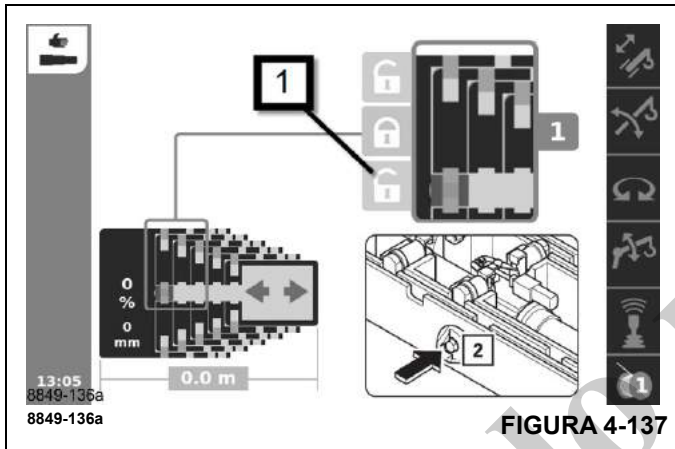

FIGURA 4-137
Seleccione el símbolo (1), (Figura 4-137).
Confirme la selección – luego los pasadores de bloqueo (2), (Figura 4-137), se retraerán.